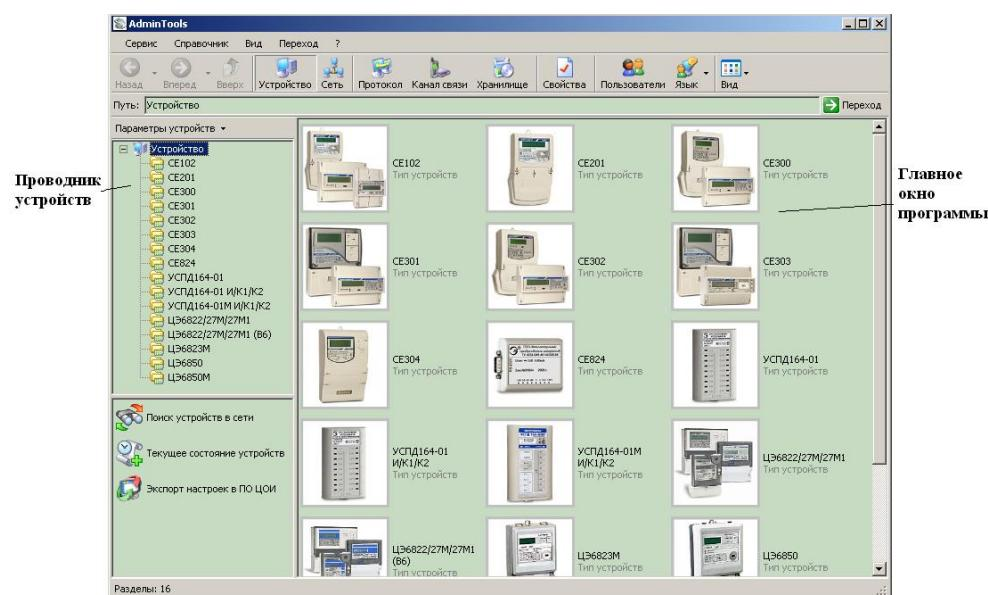

Рисунок 59 – Вид окна программы для выбора типа счётчика
6.1 Нажать кнопку «Устройство» на панели инструментов. Выбрать тип устройства «СЕ303» («СЕ301») в проводнике устройств, находящемся в левом верхнем углу, одним нажатием левой кнопки мыши или в главном окне программы двойным нажатием кнопки мыши (рисунок 59).